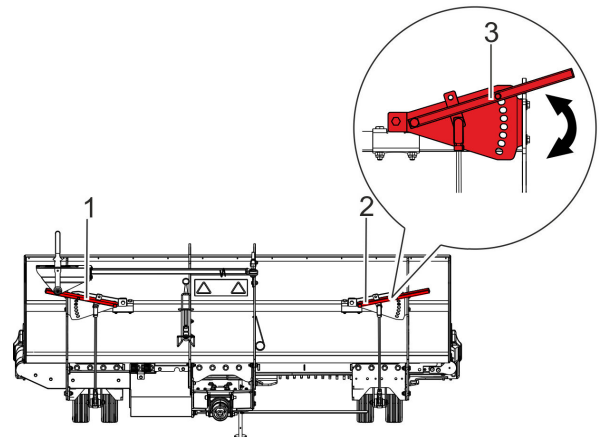

Abb. 30: Arbeitshöhe einstellen
1. ➔ Linken und rechten Hebel zur Einstellung der Arbeitshöhe (Abb. 30/1 und 2) in eine von 8 verschiedenen Positionen (Abb. 30/3) verschieben.